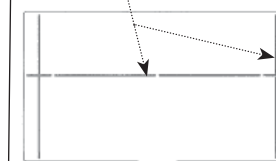

Fig. 9
- b. If additional space is required for devices greater than 1.7"(43 mm) in depth but not exceeding 2.9"(73 mm) depth attach (6) standoffs (b1) to mounting bracket (f). Depths measured from device mounting surfaces.
- c. Insert divider (b) between power side and data side. For 50/50 (Fig. 6) combinations insert divider tab into slot (c), Fig. 8. For 60/40 combinations (Fig. 7), break off ends of the divider along scores (See Fig. 9) and insert into slot (d), Fig. 8. For shallow depth applications break off top edge of divider plate.
- S'il faut plus d'espace pour les dispositifs de plus de 43 mm, mais n'excédant pas 73 mm de profondeur, fixer (6) éléments (b1) au support de montage (f). Calculer la profondeur à partir de la surface de montage du dispositif.
- Insérer le séparateur (b) entre les compartiments d'énergie et de données. Pour une répartition 50/50 (Fig. 6), insérer le séparateur dans la fente (c), Fig. 8. Pour une répartition 60/40 (Fig. 7), casser les extrémités du séparateur le long des marques (consulter la Fig. 9) puis insérer dans la fente (d), Fig. 8.